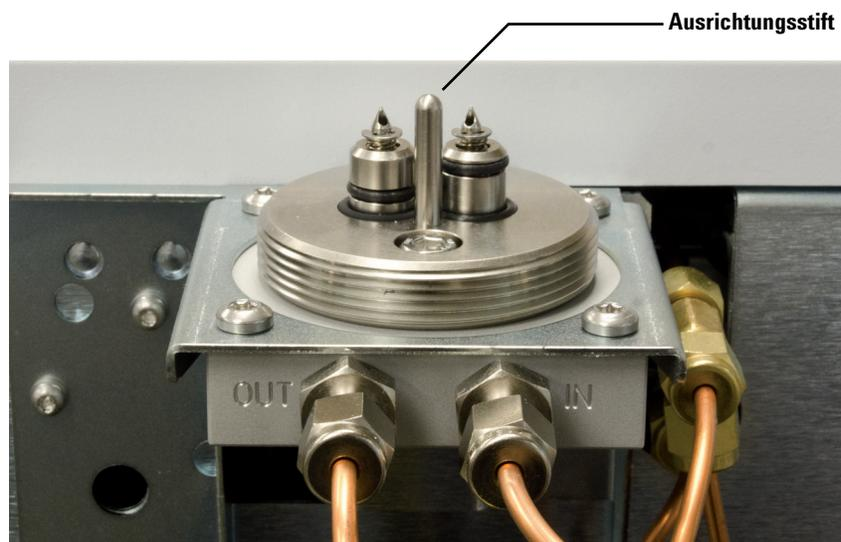

Abbildung 34. Ausrichtungsstift (die Abbildung zeigt die Installation für 7890)
- 5 Setzen Sie die Kunststoff-Ringmutter über den Filter und legen Sie den Filter dann auf die Halterungsanschlusseinheit (er lässt sich aufgrund des in **Abbildung 34** dargestellten Ausrichtungsstiftes nur in einer Richtung anbringen). Achten Sie darauf, die Anschlusseinheit der Halterung und die Filterkomponenten nicht durch Erzwingen einer falschen Filterausrichtung zu beschädigen.